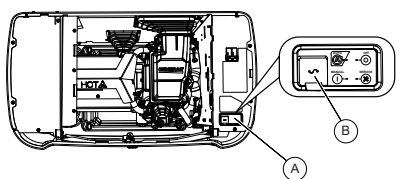

Figure 3-7. Panneau de commande de la génératrice
Voir Figure 3-7. Le panneau d'interface de commande (A) se trouve sous le couvercle supérieur de l'enceinte. Ouvrir le capot comme indiqué sous Ouverture du couvercle de la génératrice.